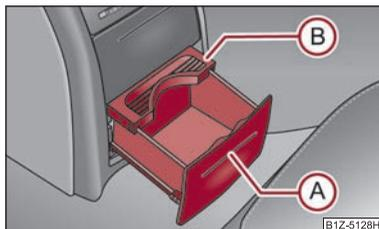

Fig. 81 Console centrale arrière: Porte-gobelets
- Appuyez sur le cache au niveau (A) => fig. 81 - le porte-gobelets sort.
- Fixez le porte-gobelets en faisant glisser la plaque de sécurité (B).